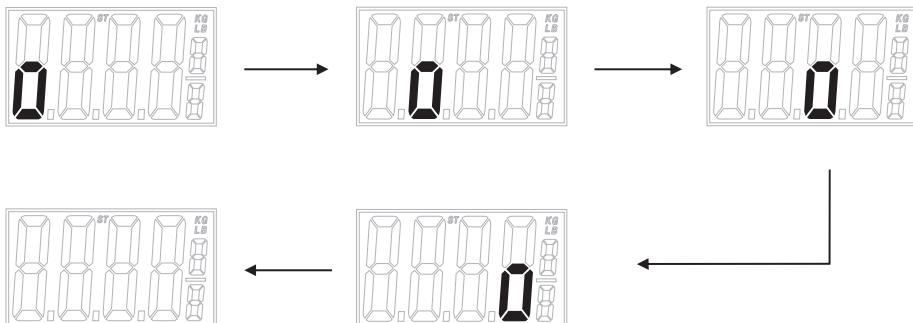

Fig. 2: Moving Zero
4. If the user steps off the scale before a stable weight is obtained, the scale will display 0.0lb/kg for 5 seconds, show a moving zero (see Fig. 2: below) and then the scale will automatically turn OFF.
5. When the user steps off the scale after a stable weight is obtained, the users weight will be displayed for 5 seconds, then a moving zero will be shown (see Fig. 2: below) and then the scale will automatically turn OFF.
4. Si el usuario se baja de la báscula antes de obtener un peso estable, la báscula mostrará 0.0lb/kg por 5 segundos, y a continuación un cero en movimiento (ver Fig. 2: abajo) y luego la báscula se apagara automáticamente.
5. Si el usuario se baja de la báscula luego de haber obtenido un peso estable, el peso del mismo se mantendrá en pantalla por 5 segundos, y a continuación un cero en movimiento (ver Fig. 2: abajo) y luego la bascula se apagara automáticamente.